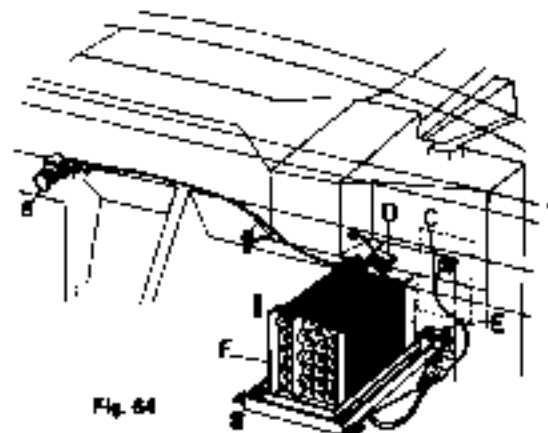

Fig. 64
SMONTAGGIO E MONTAGGIO GRUPPO EVAPORATORE (fig. 64)
DEMONTAGE ET MONTAGE GROUPE EVAPORATEUR (fig. 64)
DISMANTLING AND RE-FITTING OF THE EVAPORATOR ASSEMBLY (Fig. 64)
DEMONTAGE UND MONTAGE DER VERDAMPFERGRUPPE (Abb. 64)
1. Den Verdampfer E wieder unter dem Antriebsantrieb beteiligen und zwar nach vorheriger Anbringung der Sensoren an der Stelle des Thermostats B zwischen die Maschen des Verdampfers (Abb. 64).